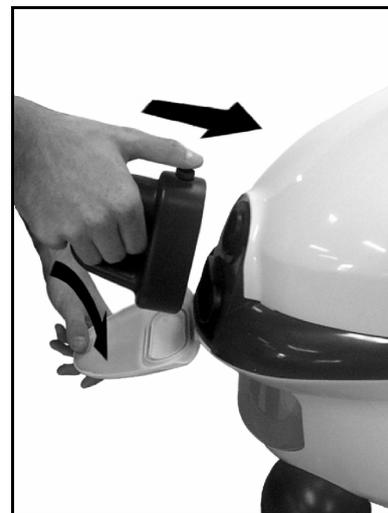

Fig. 6
- Premere l'interruttore generale (1) presente sotto il pannello comandi, il primo livello degli indicatori di aspirazione (10) inizierà a lampeggiare.
- Premere il pulsante accensione caldaia (2). Si illuminerà la spia funzionamento caldaia (4); automaticamente la sonda livello caldaia azionando una pompa richiederà acqua al serbatoio autorimpimento riempiendo la caldaia.
- Attendere che la spia pressione (6) si accenda. A questo punto l'apparecchio è pronto per poter generare vapore.
- Aprire lo sportello della presa monoblocco (24); inserire la spina monoblocco (B2) premendo il pulsante (B3) (Fig. 6) .
- Per azionare l'aspirazione si può operare indifferentemente dal pulsante accensione (8) presente sul pannello comandi o dal pulsante aspirazione (A4) posto sull'impugnatura (A2).
- Nel caso si volesse utilizzare solo l'aspirazione, premere l'interruttore generale (1) presente sotto il pannello comandi, il primo livello degli indicatori di aspirazione (10) inizierà a lampeggiare.
- Aprire lo sportello presa monoblocco (24); inserire la spina monoblocco (B2) premendo il pulsante (B3) (fig. 6).
- **Dal pannello comandi:** tenendo premuto il pulsante accensione (8) per alcuni secondi, inizierà a funzionare l'aspiratore alla minima velocità ed il primo stadio dell'indicatore luminoso (10) da lampeggiante diventerà fisso. Per il corretto uso dell'aspirazione leggere il capitolo "Regolazione aspirazione/spegnimento".
- **Dall'impugnatura:** premere il pulsante (A4) sull'impugnatura (A2), inizierà a funzionare l'aspirazione alla minima velocità ed il primo stadio dell'indicatore luminoso (10) da lampeggiante diventerà fisso. Per il corretto uso dell'aspirazione leggere il capitolo "Regolazione aspirazione/spegnimento".
Aprire lo sportello della presa monoblocco (24); inserire la spina monoblocco (B2) premendo il pulsante (B3) (Fig. 6)